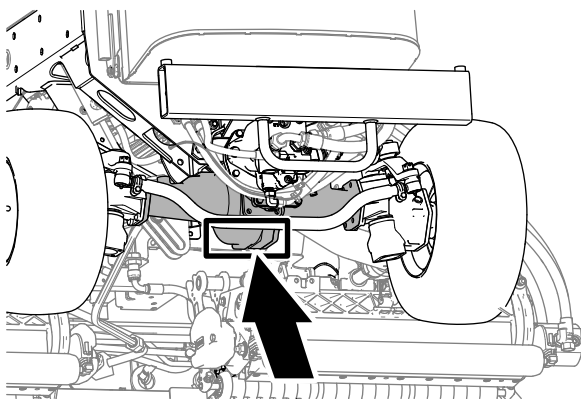

Figura 66
- Parte trasera de la máquina: en el centro del eje (Figura 66)